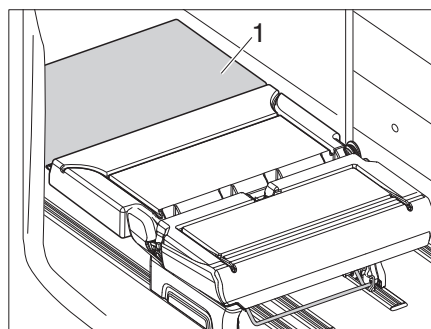

Figure 16 Banquette en position lit
- Amenez la banquette entièrement vers l'arrière, jusqu'à ce qu'elle soit à fleur avec la rallonge de lit (Figure 16,1).